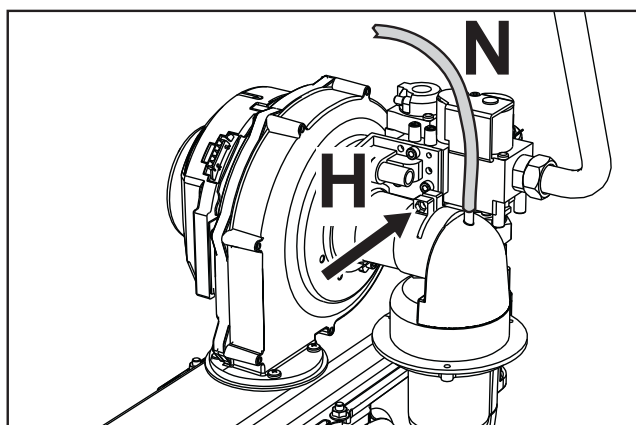

fig. 66
3. Togliere il tubetto di compensazione "N" e allentare la vite "H" (vedi fig. 66).